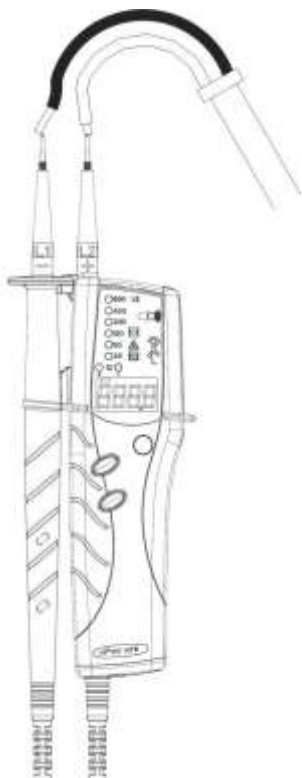

Рис.3.
1. Подключите измерительные наконечники **L1** и **L2** к объекту для проверки (рис.3).